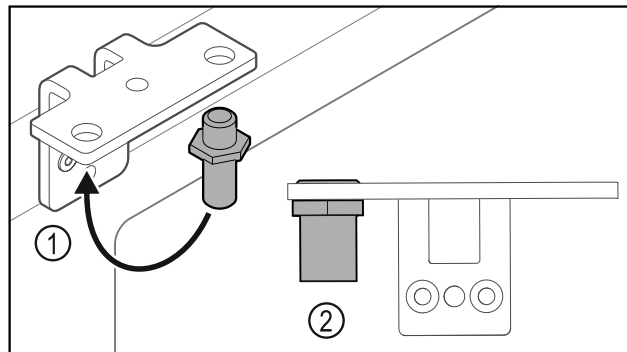

Fig. 24
- ▶ Sett om bolten Fig. 24 (1) i hengselvinkelen.
- ▶ Trekk til bolten Fig. 24 (2) med **et tiltrekkingmoment på 12 Nm**.